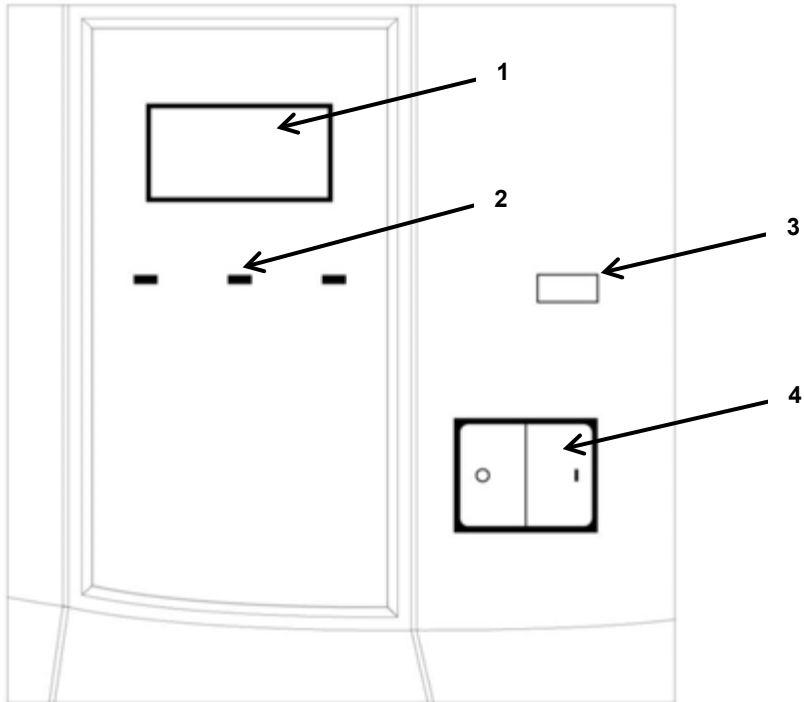

Рис.1. STW-500NP, STW-1000NP, STW-2000NP
Расположенный на передней панели вольтметр в зависимости от положения кнопки 3 рис. 1 отображает значение входного или выходного напряжения.
6. Установить Выключатель «СЕТЬ» в положение «Вкл.» на 6 секунд. Индикатор выходного напряжения должен показывать 220В (1, рис.1).
7. Установите Выключатель в положение «Выкл.» (4, рис.1).